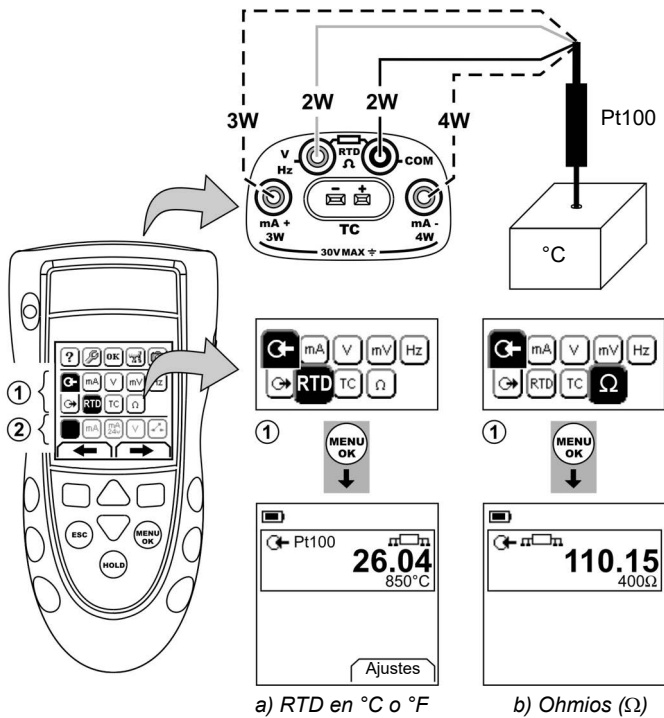

Figura 7: Ejemplo de configuración: Medición de temperatura o resistencia
1. Conecte el instrumento (Figura 7/8) y, si es necesario, ajuste la opción *Configurar* (Tabla 1).